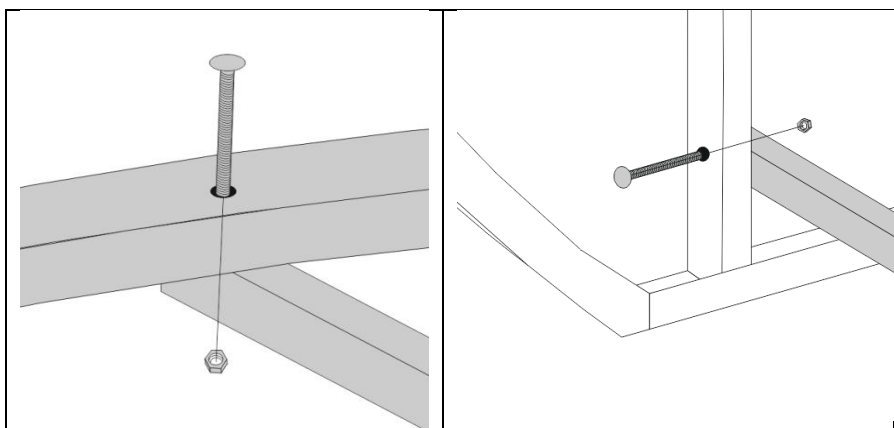

Рис. 2
2. Закрепите нижние и верхнюю стяжки винтами длиной 60 мм. Произведите окончательную затяжку гаек (Рис. 2).